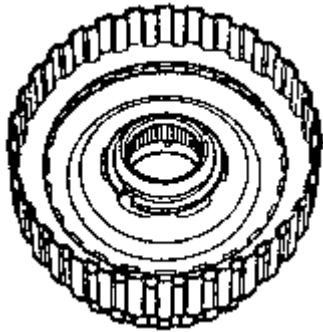

图 7-123 装入波纹形弹簧和内外摩擦片
(3) 将波纹形弹簧片和内、外摩擦片装入离合器壳体。先装入波纹形弹簧片，装入厚度 2mm 的外摩擦片，然后装入其余的内、外摩擦片。如图 7-123 所示。